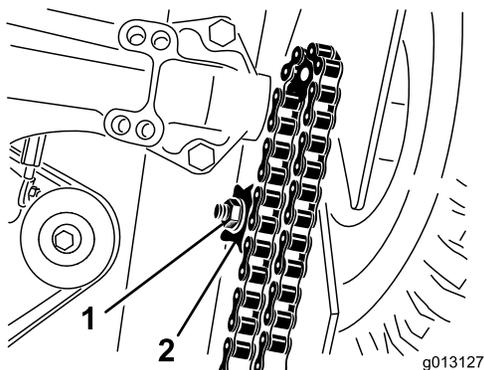

Figure 27
- Desserrez l'écrou qui fixe le pignon de tension de la chaîne que vous tendez (Figure 27).